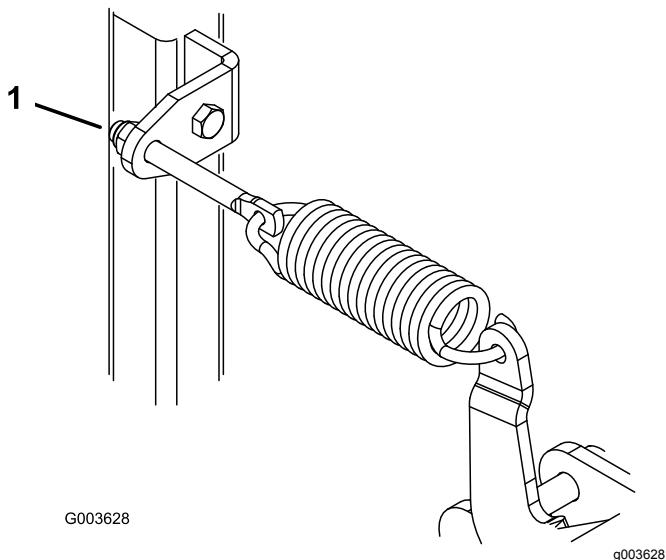

Рисунок 27
2. Подъем отвала производится поворотом регулировочных гаек пружин (Рисунок 27) по часовой стрелке, а опускание - поворотом против часовой стрелки.